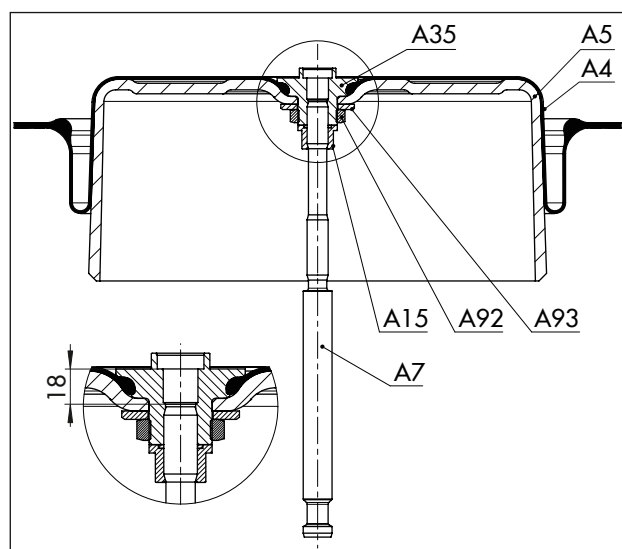

図 13: 「軸入」作動方向の場合の部品配列 (1000 cm²)
7. アクチュエータ軸（A7）を逆方向に保護ゴム片（A35）にねじ込みます。寸法を 18 mm に調整します（手順 図 13 を参照）。
15. ベントプラグ (A16) を上部の信号空気圧力コネクションから取り外し、底部の接続 (S) にねじ留めします。